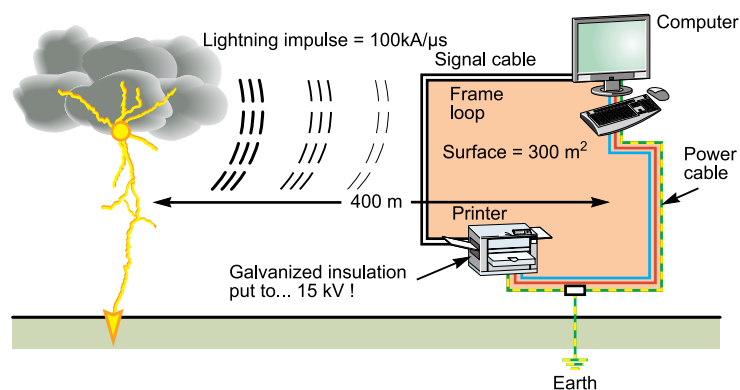

Fig. 5 - Rammefelt.
- Induktion i kabelfelter (fig. 5).